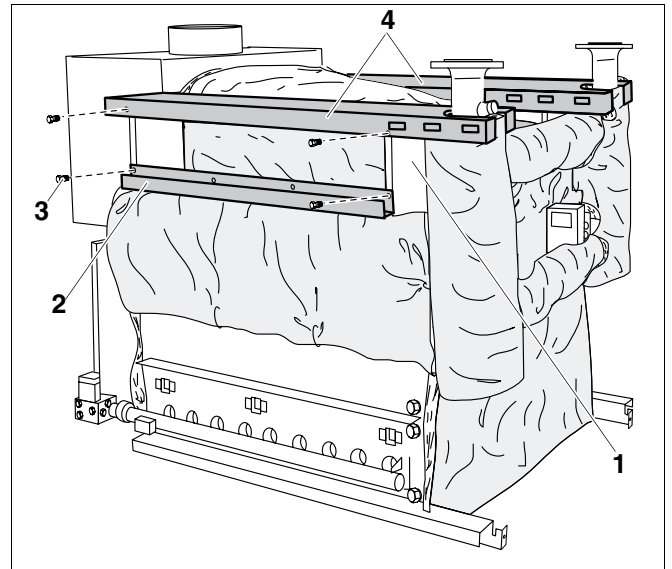

Рис. 55 Установка боковых крышек и кабельных каналов
- Обе боковые крышки котла (рис. 55, поз. 4) укладываются на кронштейны (рис. 55, поз. 1) и крепятся к ним винтами с плоской головкой 3,9 x 9,5 (рис. 55, поз. 3).
- Прикрепить оба кабельных канала (рис. 55, поз. 2) винтами с плоской головкой 3,9 x 9,5 (рис. 55, поз. 3) спереди и сзади к кронштейнам (рис. 55, поз. 1) (в нижние отверстия).